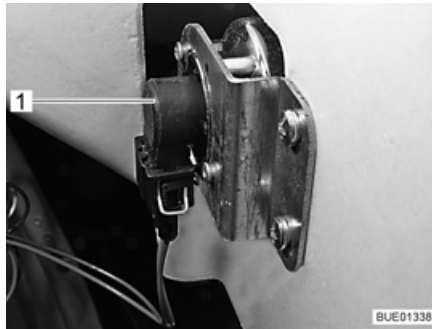

Fig. 217 Indicatore di direzione
- Afferrare dietro il supporto lampada (Fig. 217,1).